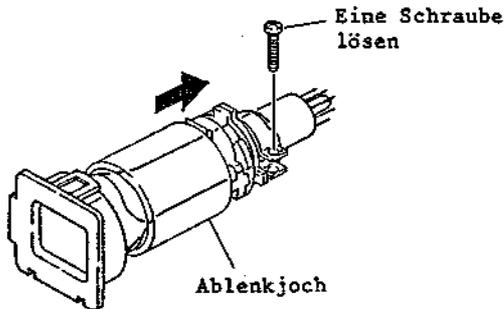

Abb. 2-109 Ausbau der Kathodenstrahlröhre
5-4 Ausbau der Kathodenstrahlröhre (Abb. 2-109)
4. Eine (1) Befestigungsschraube des Ablenkjochs ausbauen (siehe Abb. 2-109).